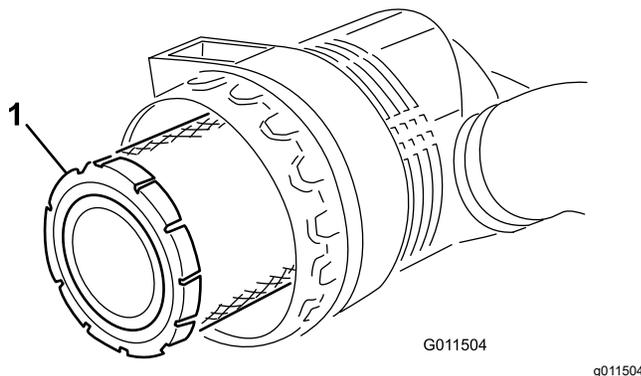

Bild 74
4. Entfernen und wechseln Sie den Hauptfilter aus (**Bild 74**).